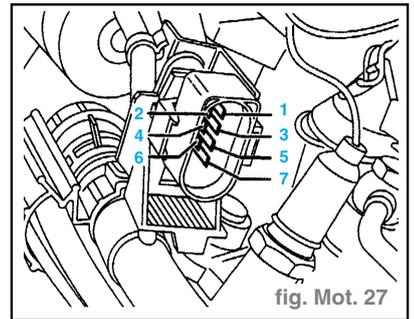

fig. Mot. 27
- Mesurer la résistance avec le multimètre portatif **VAG 1526** entre les contacts **4 + 7** de la fiche. (fig. Mot. 27)
- Mesurer la résistance entre les contacts **1 + 2** et **2 + 3** de la fiche. (fig. Mot. 27)
- Mesurer la résistance entre les contacts **5 + 6** de la fiche. (fig. Mot. 27)